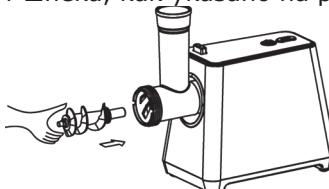

Рис.2
7.1.2 Поместите шнек в горловину узким концом вперёд и слегка проверните его пока он не войдет в тесный контакт с приводом электродвигателя (рис. 2).